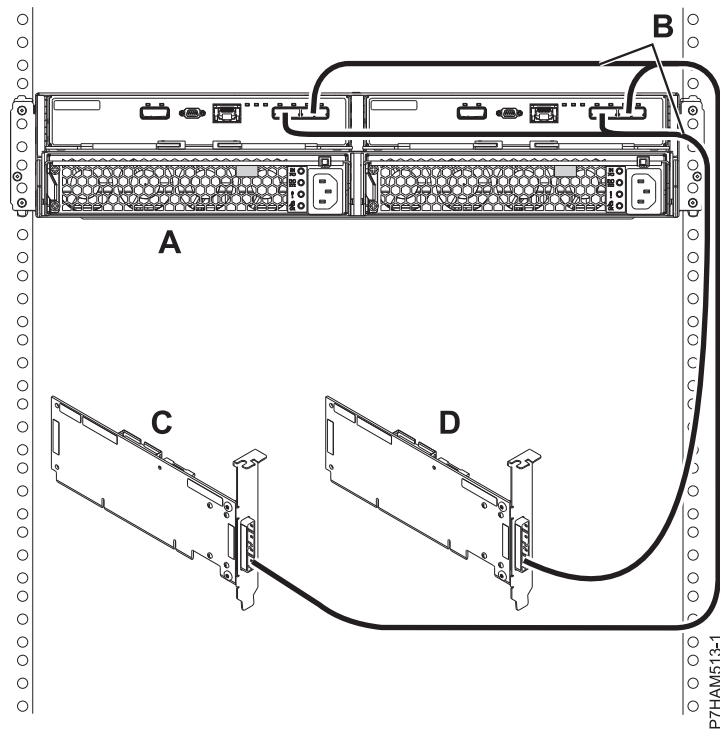

図 40. 2 つの独立 SAS アダプターへの YO ケーブルを使用した、1 台の 5887 ディスク・ドライブ・エンクロージャー のモード 2 接続
16. 2 つの独立 SAS アダプターへの YO ケーブル (B) を使用した、1 台の 5887 ディスク・ドライブ・エンクロージャー (A) のモード 2 接続を行います。43 ページの図 40を参照してください。